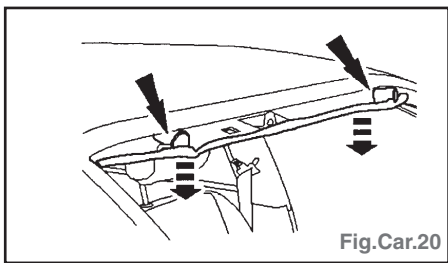

Fig.Car.20
- Détacher le bord avant de la garniture de pavillon et placer deux blocs en matériau approprié pour servir de cales entre la garniture de pavillon et le panneau de toit (Fig.Car.20).